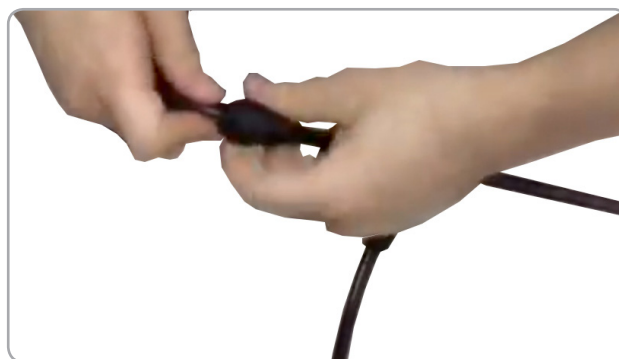

Fig.9
- Montați prin înfiletare la mână duza de pulverizare la capul lancei de pulverizare. Nu uitați să inserați și garnitura necesară; Fig 9